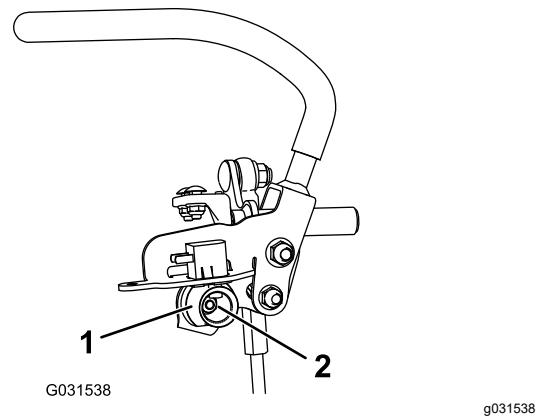

Figura 68
6. Afloje la tuerca que sujetla la leva (Figura 68).